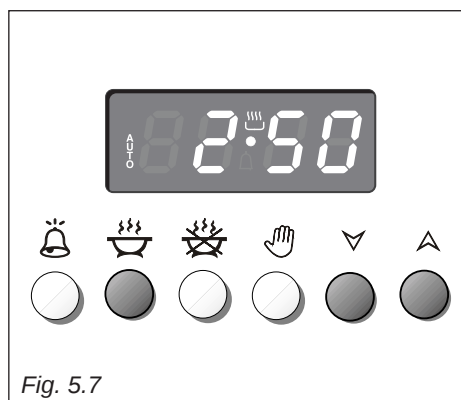

Fig. 5.7
1. Déterminer le temps de durée de la cuisson en pressant le poussoir  et le poussoir  pour avancer, ou le poussoir  pour revenir si le temps désiré a été dépassé (fig. 5.7).